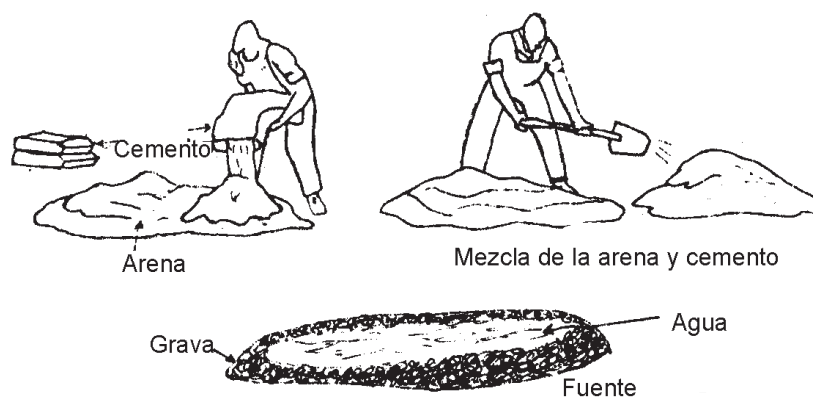

Figura 2
- Por un lado de la fuente se revuelve la mezcla, agregándole el agua necesaria, cuidando que no quede demasiado aguada (figura 2).